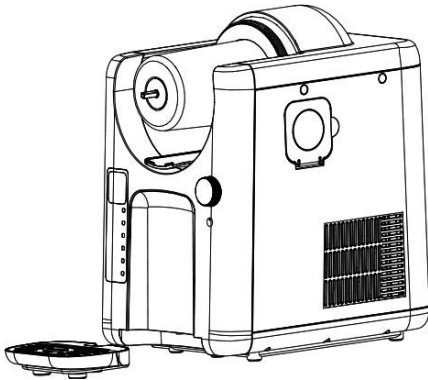

Abb. 1
7. Schieben Sie die Abtropfschale an die vorgesehene Stelle im Gerät (Abb. 1).